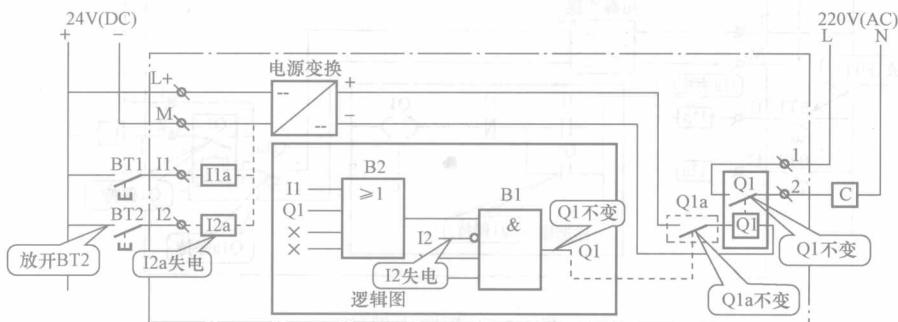

图 1-17 回到初始状态
5) 停止自保持后, 松开 BT2, 程序仍是在初始状态, 如图 1-17 所示。